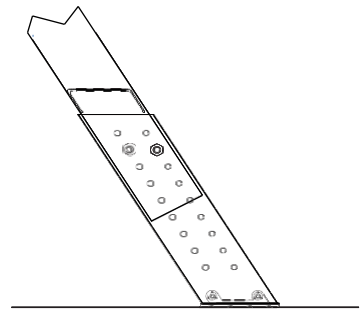

FIGURA 13
E. Deslice el tacón de aluminio sobre el riel como se muestra en la Figura 13. Posiciónelo de modo que el tacón plástico esté en contacto con el suelo. Alinee el más cercano conjunto de agujeros con los agujeros perforados en el riel. Sujételo usando (2) tornillos de  $\frac{1}{4}$ " y tuercas dentadas por cada lado (incluidas).